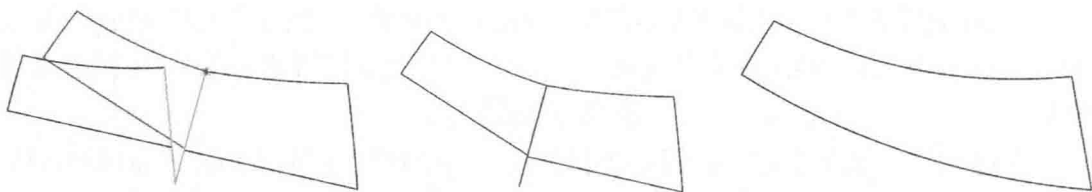

图6-81 后育克处理步骤2
- ④选择 【旋转】工具, 按着【Shift】键进入【旋转】功能。将腰省合并。
- ⑤选择 【剪断线】工具, 分别点击二段线, 按右键结束将两条线连接成一条线。
- ⑥选择 【调整】工具, 调顺腰口线和后机头下口弧线(图6-81)。